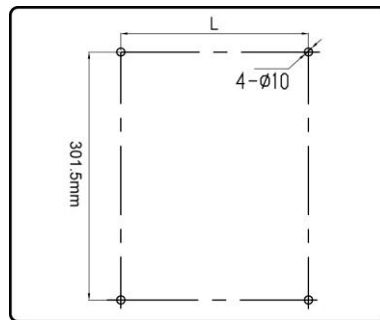

Fig. 2
2/ Montage et installation de l'appareil (Fig. 2, 3 & 4)
- (1) Percez les trous dans le mur selon le schéma (Fig. 2). Assurez-vous qu'ils soient tous de niveau.
- (2) Placez des chevilles dans les trous percés. Utilisez le type de cheville correspondant à votre mur (non fournies).